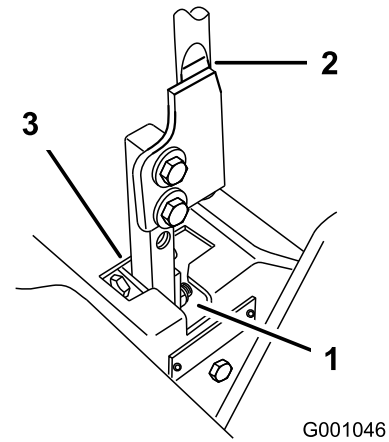

Figura 73
5. Mueva la palanca a la posición de punto muerto, pero no bloqueada (Figura 73).
6. Tire hacia atrás de la palanca hasta que el pasador (en el brazo debajo del eje pivotante) entre en contacto con el extremo de la ranura (empezando justo a tensar el muelle) (Figura 73).
7. Compruebe la posición de la palanca de control con relación a la muesca de la consola (Figura 73). Debe estar centrada para que la palanca pueda girar hacia fuera a la posición de bloqueo/punto muerto.